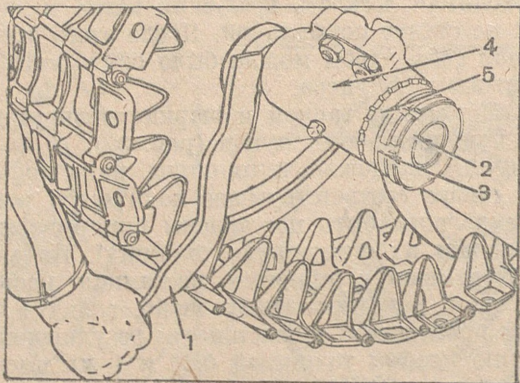

Рис. 38. Поворот кривошипа пенивца при натяжении гусеницы:
(рис. 38)
4. Для подтягивания гусеницы нужно ведущее колесо проверить по ходу назад настолько, чтобы выбрать излишнее провисание гусеницы перед передним опорным катком, затем отвернуть ключом 1 (рис. 38) гайку и контргайку на кривошипе, вставить рычаг ключа в скобу кривошипа и, поворачивая кривошип вместе с направляющим колесом, подтянуть гусеницу.